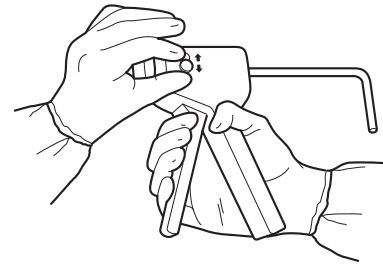

Figura 2
- Spingere il selettore di velocità all'indietro quindi verso l'alto o verso il basso per selezionare la velocità desiderata (Figura 2). Vedere la sezione *Impostazioni per l'iniezione del cemento*.